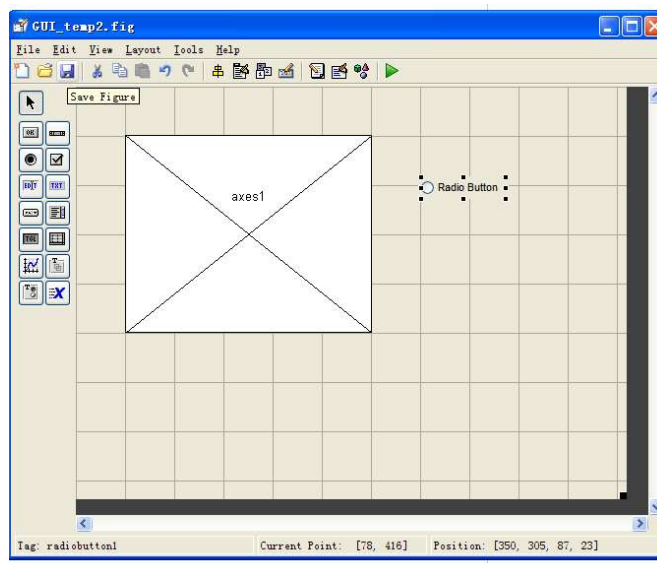

图 9
4. 点击保存图标，将该 GUI 命名为 GUI_temp2，如图 9 所示
5. 双击“Radio Button”，弹出该控件的属性页，如图 9 所示